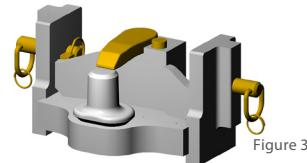

Figure 3
- Desserrer la goupille à ressort ⑥ du boulon du dispositif de retenue ⑤ puis retirer le boulon du dispositif de retenue.
- Faire pivoter le dispositif de retenue ② de 90° en position latérale.
- Faire pivoter le dispositif de retenue ② dans le sens de déplacement et sécuriser à l'aide du boulon du dispositif de retenue ⑤ et de la goupille à ressort ⑥
3.2 Fermeture rapide (Voir également Figure 3)